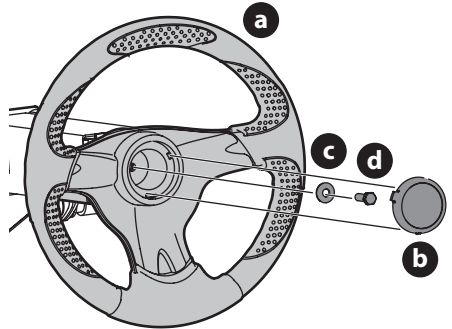

Figure 12
1. La quincaillerie qui sert à fixer le volant de direction (a) se trouve sous le couvercle du volant de direction (b). Retirez avec précaution le couvercle. Pour ce faire, insérez un petit tournevis plat dans une des trois languettes et soulevez le capuchon (b) pour retirer la quincaillerie (Figure 12).
2. Assurez-vous que les roues de l'appareil sont dirigées vers l'avant, puis placez le volant de direction (a) sur l'arbre de direction (Figure 12).
3. Insérez la rondelle Belleville (c), avec la partie creuse vers le bas, dans le volant de direction et fixez-la avec le boulon hexagonal autobloquant (d) (Figure 12).
4. Placez le couvercle du volant de direction (b) au centre du volant de direction (a), alignez les trois languettes avec les pattes du volant et poussez-le jusqu'à ce qu'il s'enclenche (Figure 12).